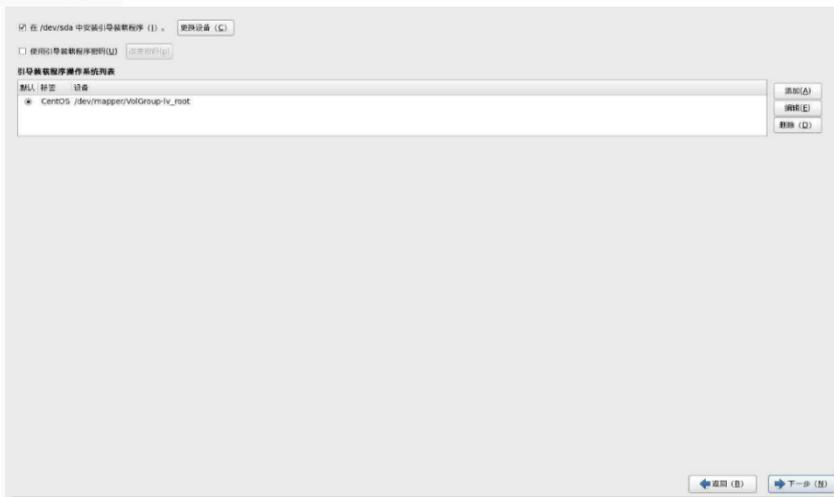

图 6-38
- s. 设置启动设备, 通常默认即可, 在多系统使用时, 需要在此进行启动设备的设定。如图 6-38 所示。